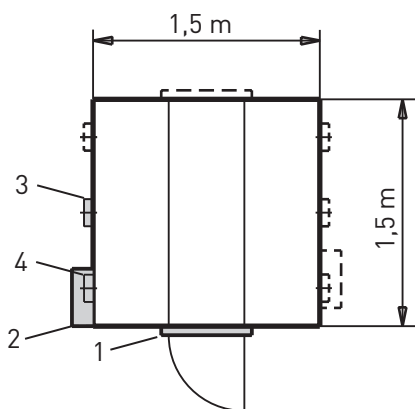

Fig. 4 Aufbauvarianten - Ansicht von oben
Die Standardanordnung für Kontrolltür (1), Umschalteinheit (2), Einblasstutzen (3) und Absaugkupplung (4) sind grau und andere mögliche Anordnungen strichliert eingezeichnet – Fig.4. Der Einblasstutzen ist immer in der Mitte, die Absaugkupplung und die Luftklappe wahlweise links oder rechts vom Einblasstutzen.